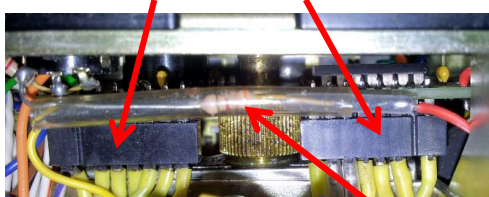

Abbildung 2
- ☐ Stecken Sie vorsichtig die beiden Stiftleistenanschlüsse wieder an der neuen Anzeigeplatine ein (siehe Abbildung 2).